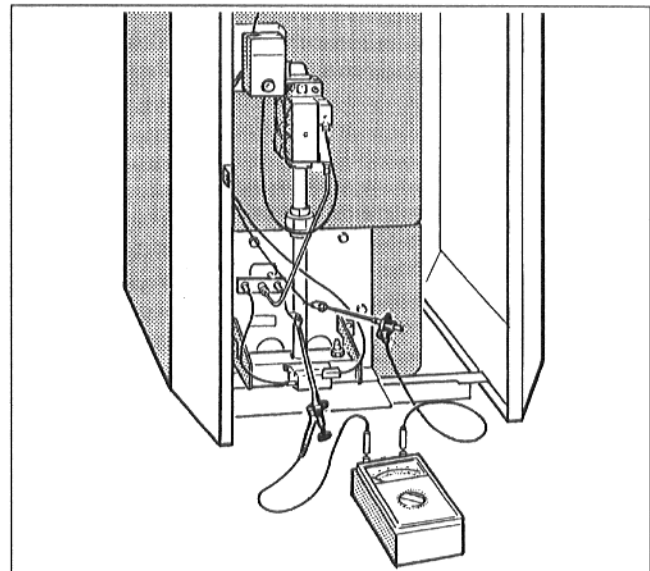

Fig. 35 Mesurer le courant d'ionisation
- Connecter en série l'appareil de mesure sur le câble de contrôle et l'électrode de contrôle (Fig. 35). Sélectionner sur l'appareil de mesure la zone courant continu μA .